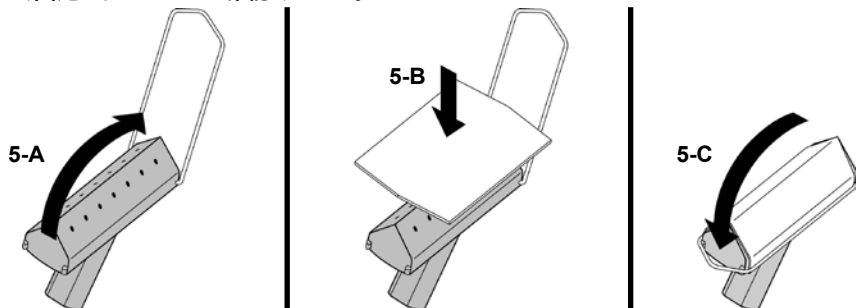

図5
1. ストッパーを開いてください。(図5-A)
2. ハードスポンジまたはソフトスポンジを三角ノズルの上に置いてください。(図5-B) スチームが出るすべての穴を塞ぐように巻きつけてください。
3. 三角ノズルを抑えながら、ストッパーを下ろして元の位置に戻します。(図5-C) スポンジが正しく固定されているかご確認ください。